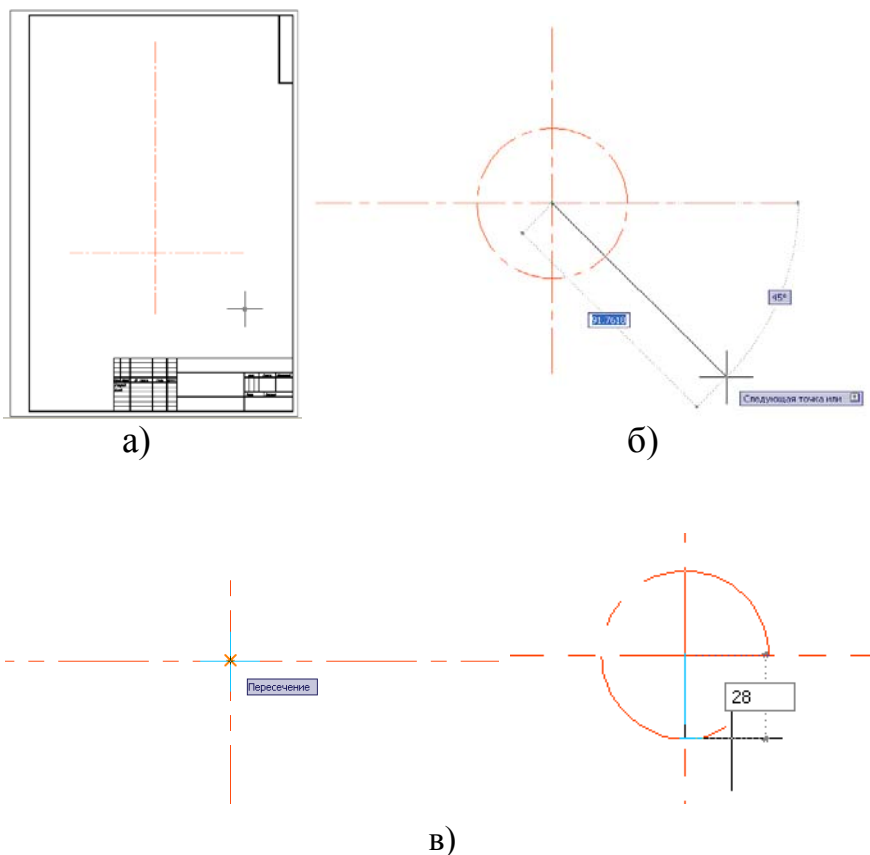

Рис. 7. Построение осевых линий
Включаем **ОПТО**. При помощи команды отрезок  проводим произвольно по центру формата вертикальную осевую линию и в нижней части формата – горизонтальную осевую линию (ближе к центру формата, рис. 7, а).
Затем, отключаем **ОРТО** и проводим из центра пересечения осевых линий под углом **45°** наклонную осевую линию (рис.7, б).
**Центр круга или**  : выбираем объектную привязку  пересечение и прицелом указываем на точку пересечения осей, см. рис.7, в.